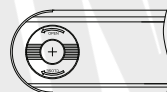

Fig.3
---Recoloque a tampa da bateria e aperte-a no sentido horário (Fig.3).